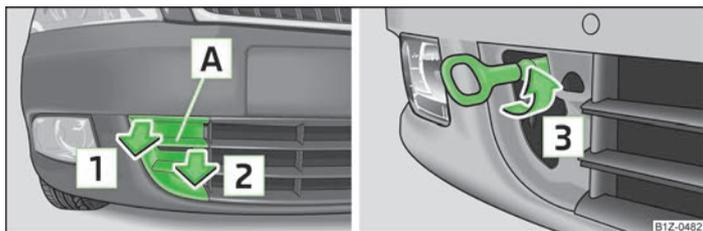

Fig. 155 Paragolpes delantero: Rejilla protectora/montaje de la argolla de remolque
- Introducir los dedos en el orificio **A** » fig. 155.
- Enroscar la argolla de remolque a mano en el sentido de la flecha **3** » fig. 155 de la página 194 hasta el tope y apretar. Para fijar la argolla recomendamos utilizar p. ej. la llave para rueda, la argolla de remolque de otro vehículo u otro objeto parecido que se pueda pasar por la argolla.
- Enroscar la argolla de remolque a mano en el sentido de la flecha [3] » fig. 155 de la página 194 hasta el tope y apretar. Para fijar la argolla recomendamos utilizar p. ej. la llave para rueda, la argolla de remolque de otro vehículo u otro objeto parecido que se pueda pasar por la argolla.